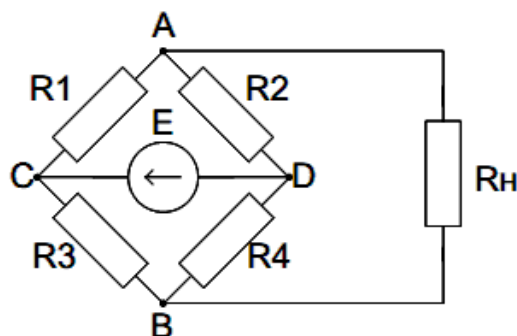

Рисунок 17 – Схема сложной электрической цепи.
- 3) Рассчитайте сопротивление эквивалентного генератора (рисунок 17), если $R_1 = R_2 = 2 \text{ Ома}$, $R_3 = 3 \text{ Ома}$, $R_4 = 6 \text{ Ом}$.